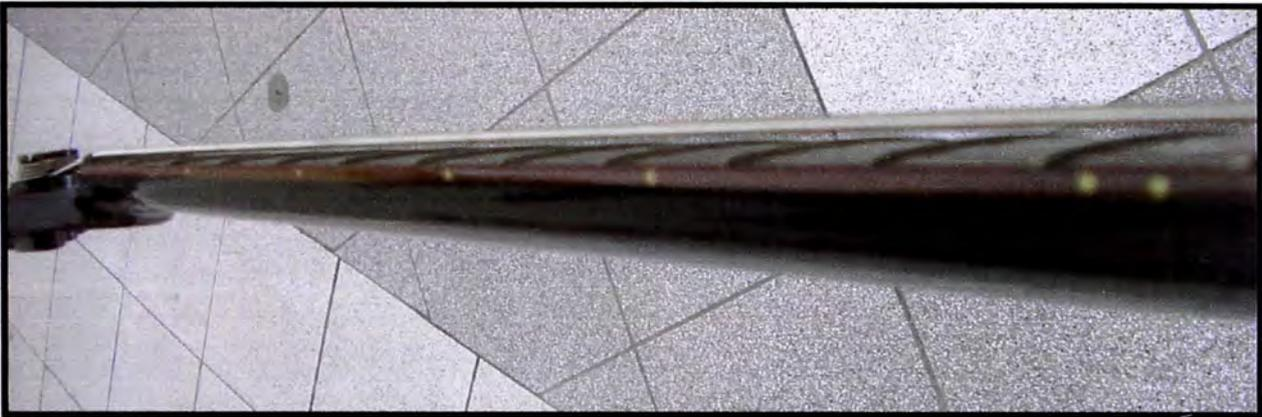

Figura 5.5: Situación inicial. Acción alta sin tensión en las cuerdas. Vemos las cuerdas más pegadas al diapasón y el brazo ha optado una posición más plana.
1. Desajustar las cuerdas. Debemos trabajar con el brazo sin tensión, para evitar el sobre esfuerzo (ver **Figura 5.5**).